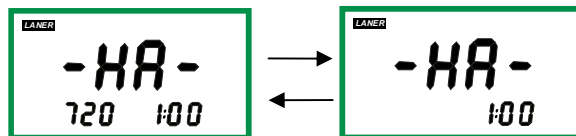

图 7-14
1、正常测量状态下按 REL 键，进入自动清洗间隔时间设置状态，此时清洗间隔时间跳闪，其单位为分，显示状态如图 7-14 所示：